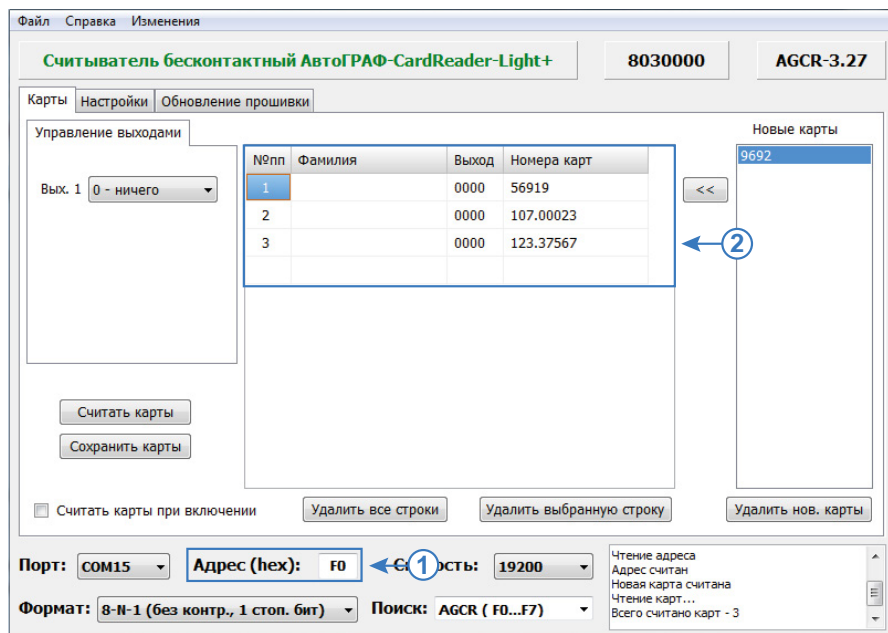

Рис.8. Формирование списка карт для отправки через сервер.
- в поле «Адрес (hex)» в нижней части окна программы ввести сетевой адрес считывателя на шине RS-485, которому нужно передать файл (Рис.8, п.1). Стандартные адреса считывателей «АвтоГРАФ-CardReader-Light+» – F0-F7;
- в программе «AGPConf» сформировать нужный список карт (Рис.8, п.2);